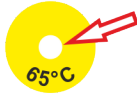

Abb. 27: Heller Temperaturindikator: die Temperatur ist in Ordnung
1. Temperaturindikator auf ordnungsgemäßen Zustand (Abb. 27) überprüfen.